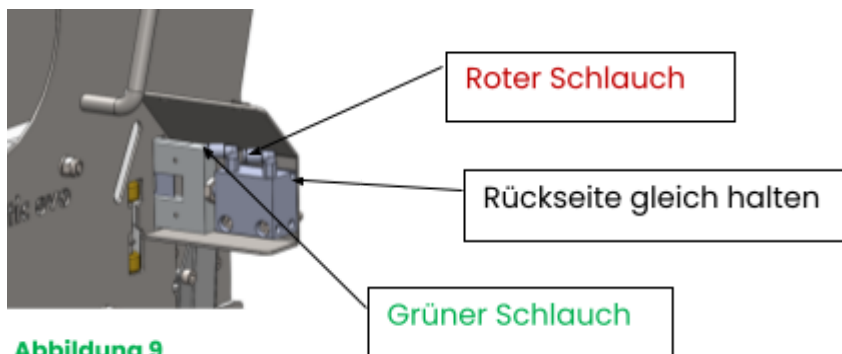

Abbildung 9
Schritt 6: Ersetzen Sie den Schneidevorrichtung wie in Abbildung 9 dargestellt. Halten Sie dabei die Rückseite des Zylinders gleich mit dem Halter. Ziehen Sie den Zylinder mit den Inbusschrauben, Unterlegscheiben und Sicherungsmuttern fest.
Schritt 7: Schließen Sie die Schläuche wie in Abbildung 9 dargestellt an. Achten Sie dabei besonders auf die Farbe!